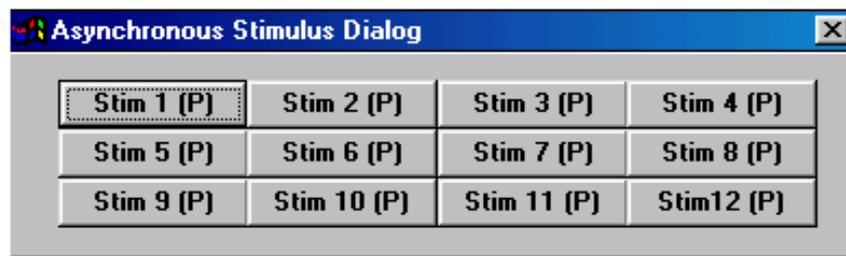

Figura 56.- Cuadro de asignación de pines y estímulos asíncronos.
**2.3.1.-Debug>Simulator Estimulus>Asynchronous Stimulus:** Al activar esta opción emerge un cuadro como el de la Figura 56 en el que aparecen doce botones que son el número de líneas que tienen los dos puertos del 16F84, es decir, las 8 líneas del *PORTB* y las 5 líneas del *PORTA*.